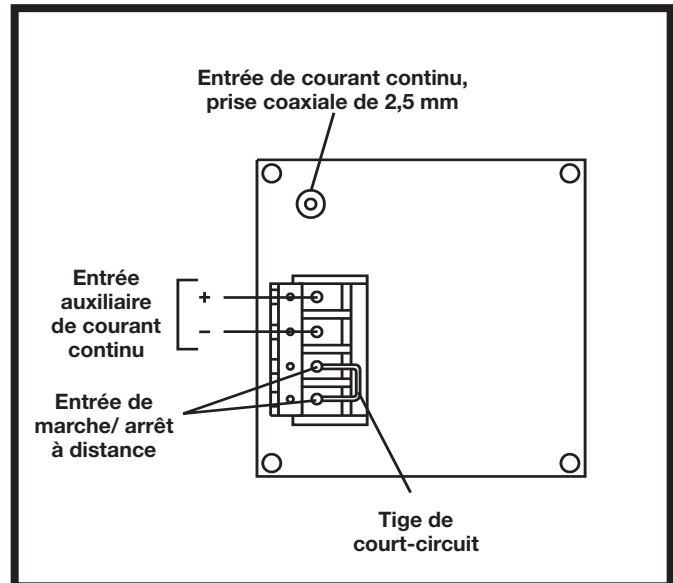

Figure 3. Pompe – Panneau arrière
Le panneau arrière, figure 3, contient une prise d'entrée d'alimentation en courant continu pour branchement de l'alimentation principale et un bornier à cloison à quatre bornes pour branchement d'un dispositif de marche / arrêt à distance et d'une alimentation auxiliaire en courant continu.
La commande de marche/arrêt à distance: Les bornes 3 et 4 du bornier du panneau arrière (figure 3) sont utilisées pour une commande de marche/arrêt à distance. Le sens et la vitesse de la pompe ne peuvent être contrôlés à distance. En fonctionnement sur place, ces bornes sont reliées ensemble par une tige de court-circuit. En fonctionnement à distance par fermeture de commutateur, retirer la tige de court-circuit et brancher les deux bornes du commutateur de commande à distance aux bornes 3 et 4. La fermeture des contacts du commutateur fera démarrer le système de pompage. Par contre, l'ouverture du contact arrêtera la pompe.
3. Pour le 77200-20, brancher le bloc d'alimentation externe et connecter au dos de l'entraînement. (Voir figure 3.)
4. Pour le 77200-12, fournir 11 à 15 V c.c. aux bornes. (Voir figure 3.)